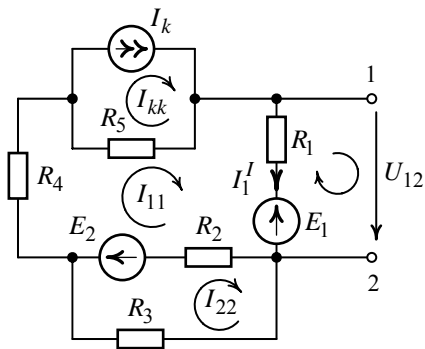

Рис. 8.7
1. Найдем ЭДС генератора. Разомкнем ветвь с сопротивлением R_H (рис. 8.7) и определим напряжение между точками 1 и 2 ($U_{12} = E_\Gamma$).
Расчет цепи (рис. 8.7) выполним по методу контурных токов. Достаточное количество уравнений равно двум:
На основании второго закона Кирхгофа найдем напряжение U_{12} (рис. 8.7):